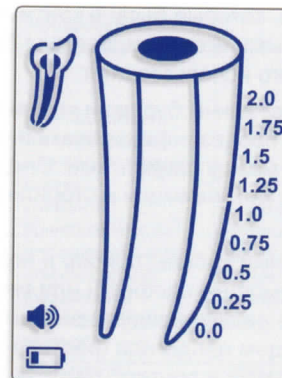

Рис. 14
7.2 Когда батарея разрядится, в левом нижнем углу экрана появится мигающий индикатор «Слабая батарея» (Рис. 14). NovApeX будет продолжать нормально работать даже со слабыми батарейками, однако необходимо заменить батарейки до того как они полностью разрядятся.